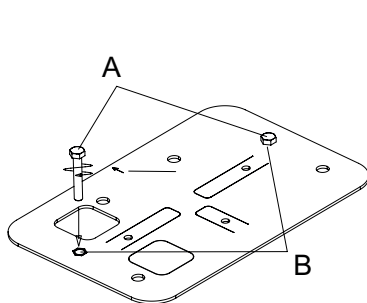

Abb. 4A
- Die Schrauben M8x50 (Pos. A) über die ganze Länge in die Gewindeeinsätze (Pos. B) der Platte (Abb. 4A) eindrehen und festziehen.